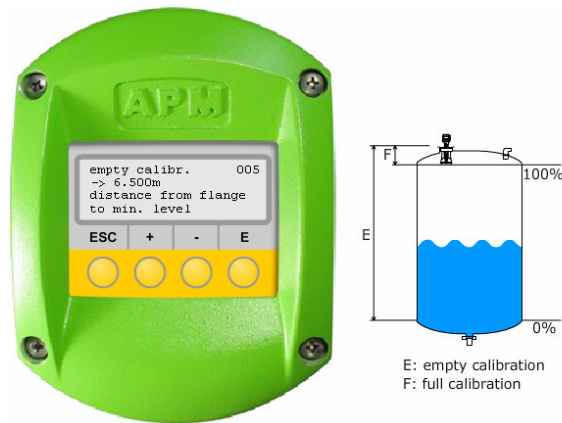

Figura 29, configuración de la calibración vacío y lleno
- ① El panel LCD
- ① Una herramienta informática de ajuste (ver *Figura 29, configuración de la calibración vacío y lleno*